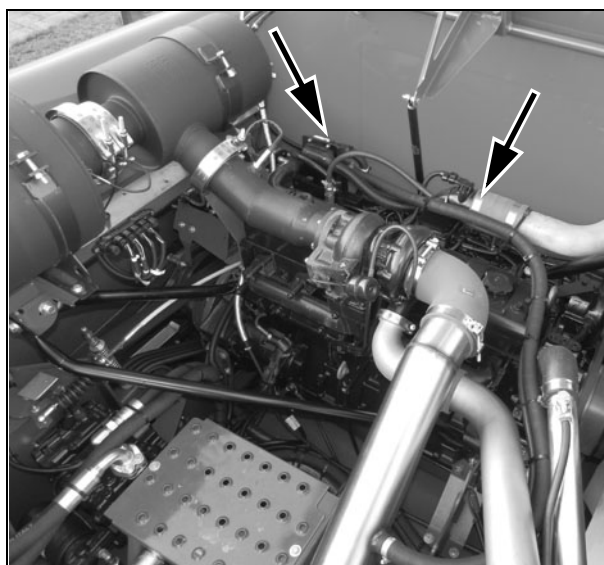

Рис. 87
3.) ТОПЛИВНЫЕ ФОРСУНКИ - Рис. 87